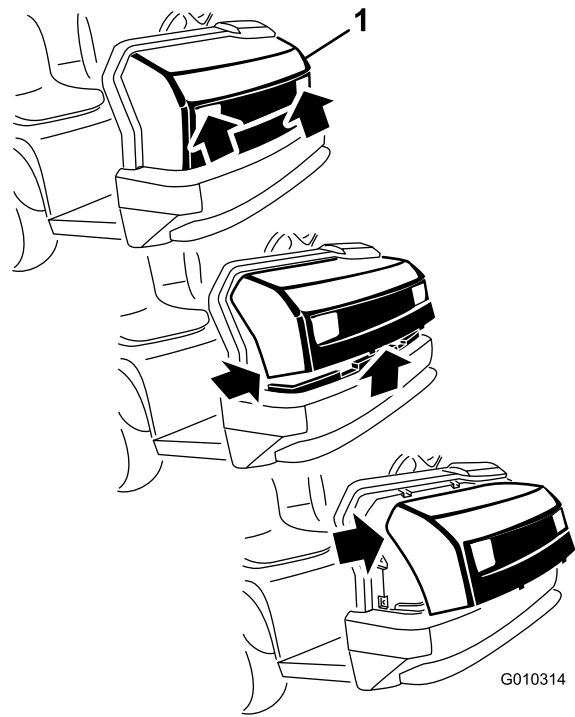

Bild 5
2. Drehen Sie die Unterseite der Motorhaube nach oben, bis Sie die oberen Befestigungsnasen aus den Rahmenschlitzern ziehen können (Bild 5).
3. Drehen Sie die Oberseite der Motorhaube nach vorne und ziehen Sie die Kabelanschlüsse von den Scheinwerfern ab (Bild 5).
1. Fassen Sie die Motorhaube in den Scheinwerferöffnungen an und heben sie an, um die unteren Befestigungsnasen aus den Rahmenschlitzern zu heben (Bild 5).